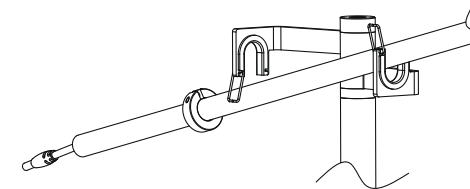

Fig.2.2
2.2. Place the arm in the bracket (G), as shown in Fig. 2.2.
2.2. Positionner le bras sur le support (G) comme indiqué sur la figure 2.2.
2.2. Positionieren Sie den Arm an der Halterung (G), so wie es auf Abbildung 2.2 beschrieben wird.